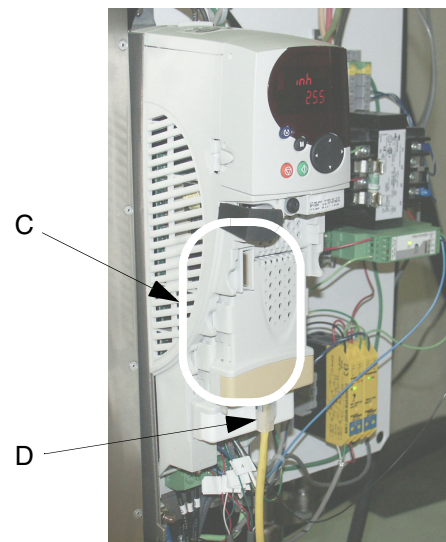

ABB. 17
Das VFD-Ethernetmodul (C) mit einem CAT5-Ethernetkabel (D) an den PC anschließen. Siehe ABB. 17.